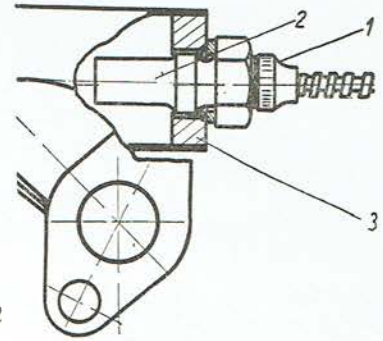

Abb. 152
4. Die Motorhaube ist aufzuklappen und die Überwurfmutter (Abb. 152/1), die das Endstück des Ka-
pillarrohres (Abb. 152/2) des Fernthermometers an den Deckel in der Wasserabflussleitung (Abb. 152/3) befestigt, ist abzuschrauben. Die vom Wasser-Fernthermometer gelöste Kapillare ist unter